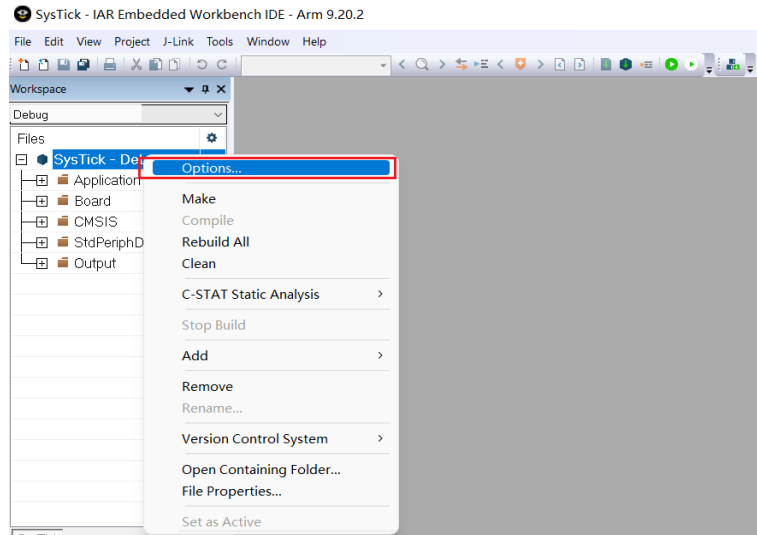

图 13
a) 如图 13 打开工程文件，选择“Options”选项卡。